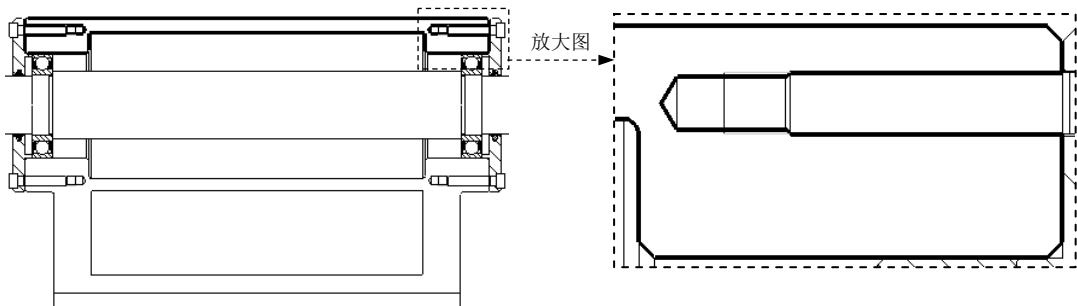

图 3.9.20 创建封闭区域（三）
⑤ 创建图 3.9.20 所示的封闭区域（三）。
⑥ 在图形区框选创建的所有封闭区域，在功能选项卡区域的 **草绘** 选项卡中单击  按钮，采用系统默认的横截面名称，单击  按钮，在系统弹出的 **MOD XHATCH (修改剖面线)** 菜单中，设置剖面线的角度值为 45，间距值为 0.5，最后选取 **Done (完成)** 命令，完成基座剖面线的修改。